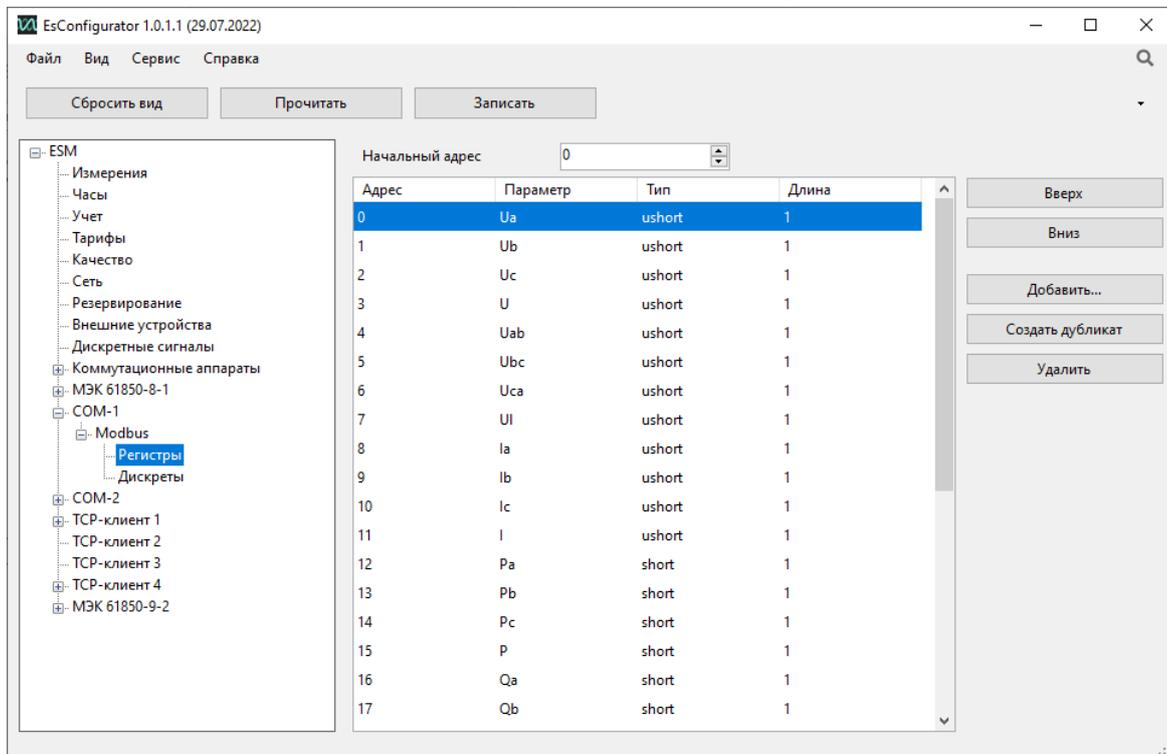

Рисунок 7.37. Вкладка настроек «Регистры» для протокола Modbus на порту «COM-1» прибора ESM в ПО «ES Конфигуратор».
7.16.2 Раздел «Регистры» содержит список адресов регистров с указанием параметра, который в нем хранится, и типа данных. В этом разделе можно устанавливать номер начального регистра, а также задавать адреса каждого параметра. На рис. 7.37 представлена настройка адресации регистров для протокола Modbus RTU по умолчанию. С помощью кнопок («Вверх», «Вниз» и др.), расположенных справа, осуществляется добавление, удаление, изменение порядка расположения регистров. В поле «Начальный адрес» задается адрес первого регистра. Адресация для всего списка регистров применяется сквозная.